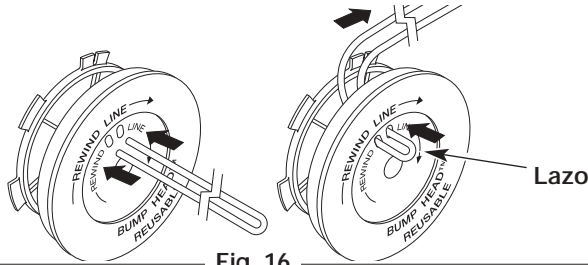

Fig. 16
6. Tome aproximadamente 6 m (20 pies) de nueva línea de corte, enlácela en dos longitudes iguales. Inserte cada extremo de la línea a través de uno de los dos orificios del carrete interior (Fig. 16). Pase la línea a través del carrete interior de modo que el lazo sea lo más pequeño posible.